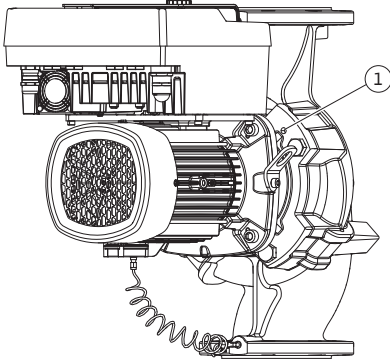

Fig. 10: Takma kitinin dişli delikleri üzerinden dışarı bastırılması
5. Takma kitini (bkz. Fig. 4) pompa gövdesinden dışarı bastırın. Pompa tipine göre (bk. Fig. I ... Fig. III) iki farklı kullanım vardır. Pompa tii (Fig. III) için cıvataları (Poz. 29) çözün. Bitişik iki dişli deliği (Fig. 10, Poz. 1) kullanın ve müşteri tarafından sağlanan uygun cıvataları kullanın (ör. M10 x 25 mm). Pompa tipi (Fig. I ve Fig. II) için iki dişli deliği M10 (Fig. 99) kullanın. Bunun için uygun ve müşteri tarafından sağlanan cıvataları kullanın (ör. M10 x 20 mm). Bastırmak için kızaklar da (Fig. 99, Poz. 2) kullanılabilir.